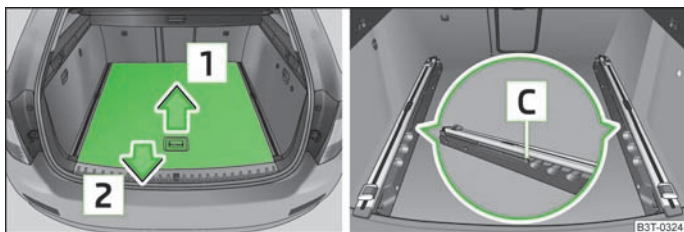
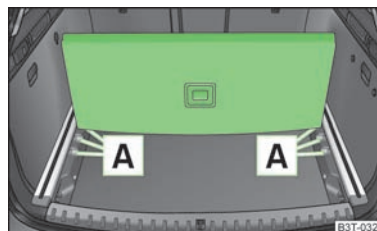

Fig. 73 Coffre à bagages : extraction partielle du plancher de chargement variable
Fig. 74
- Attrapez la partie arrière du plancher de chargement variable par la poignée, soulevez-le légèrement dans le sens de la flèche [1] » fig. 73 et tirez-le au-dessus du pare-chocs dans le sens de la flèche [2] pour le faire sortir jusqu'à ce qu'il s'enclenche dans l'ouverture [C] » fig. 73.
- Attrapez la partie arrière du plancher par la poignée, soulevez-le dans le sens de la flèche [1] » fig. 73 et insérez le bord arrière dans l'une des ouvertures [A] » fig. 74.